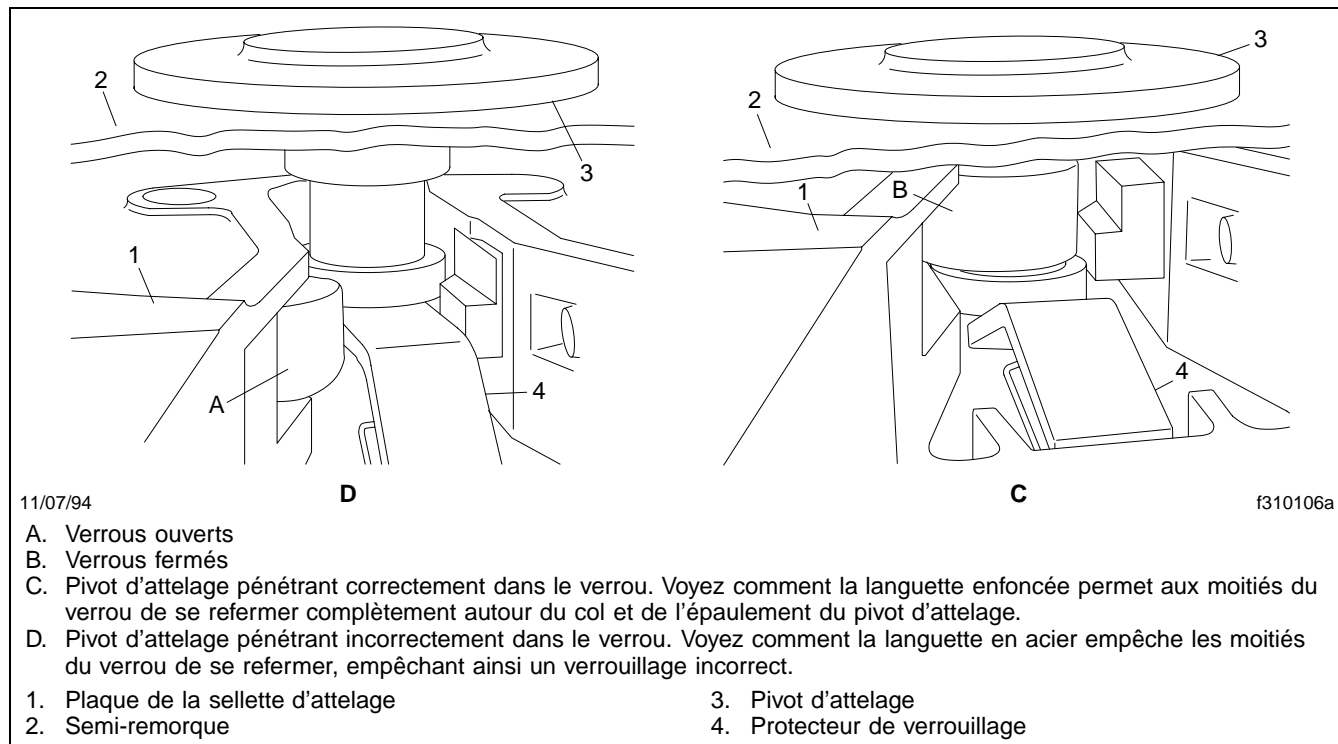

Fig. 10.5, Mécanisme du protecteur de verrouillage (vue arrière)
Le protecteur de verrouillage Holland (**figure 10.5**) est un dispositif qui empêche les mauvais verrouillages. Il est utilisé sur tous les modèles. Le protecteur de verrouillage est une languette à surface lisse et à ressorts sur laquelle le pivot d'attelage passe, et qu'il enfonce en pénétrant dans le mécanisme de verrouillage. Le protecteur de verrouillage empêche les verrous de s'enclencher avant que le pivot ne pénètre complètement dans les verrous. Si le
3. Positionnez le tracteur de sorte que l'ouverture du verrou de la sellette d'attelage soit dans l'alignement (verticalement et horizontalement) du pivot d'attelage de la semi-remorque. Pour éviter d'avoir un mauvais verrouillage, le pivot d'attelage doit être placé de façon à pénétrer dans la gorge du mécanisme de verrouillage. Voir la **figure 10.5**. Ajustez la béquille de la semi-remorque de façon à laisser suffisamment de hauteur d'alignement pour permettre à la sellette d'attelage de prendre la semi-remorque sur ses rampes.